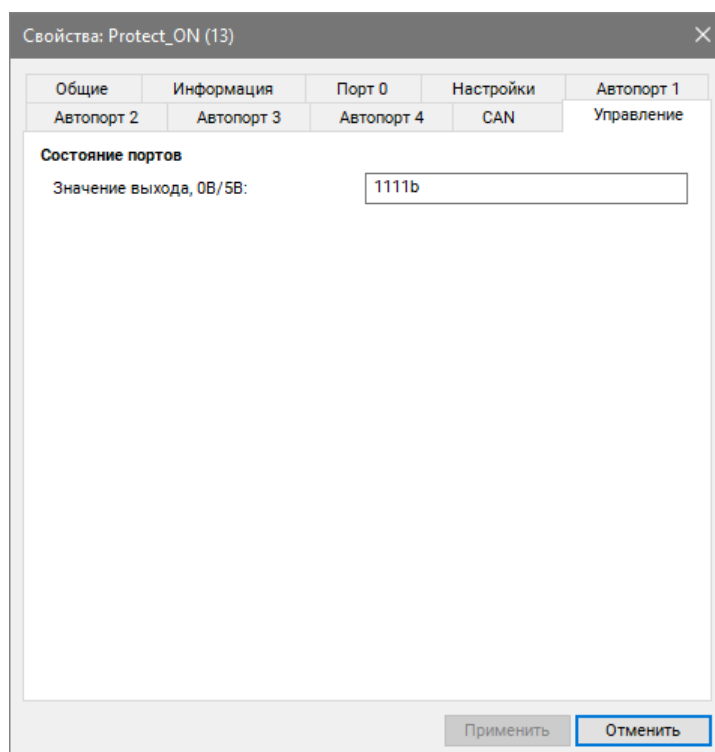

Рис. 2.16 Вкладка «Управление»
- во вкладке «Управление» следует установить параметры в соответствии с *Рис. 2.16*.